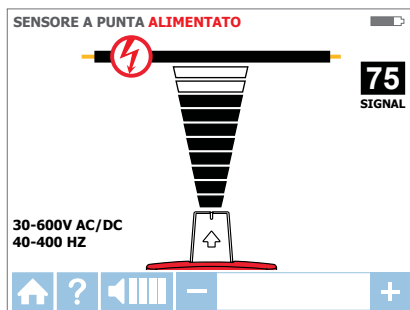

Figura 3.1g: La schermata del ricevitore mostra il segnale rilevato in modalità SENSORE PUNTA sotto tensione
4. Eseguire una scansione dell'area di destinazione con sensore punta per trovare il segnale col livello più alto (Figura 3.1g). Mentre si traccia, regolare periodicamente la sensibilità per mantenere la potenza del segnale vicino a 75. Aumentare o diminuire la sensibilità premendo il tasto + o - sulla tastiera. Se il segnale è troppo forte per trovare con precisione, impostare il trasmettitore sulla modalità LOW (Basso).